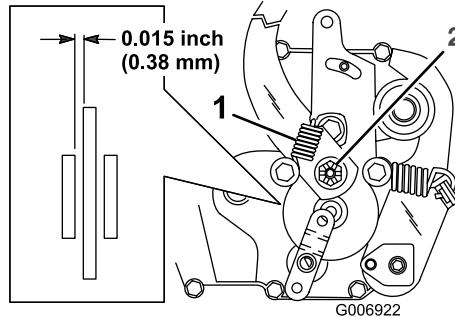

Figura 30
El freno de estacionamiento está la parte derecha del eje trasero, dentro de la rueda trasera. (Figura 30). Si el freno de estacionamiento no inmoviliza la máquina, ajústelo.
2. Retire el muelle del brazo del freno (Figura 30).
3. Retire el pasador que fija la tuerca de ajuste del freno y afloje un poco la tuerca (Figura 30).
4. Inserte una galga de 0,38 mm entre el disco de freno y la pinza de freno (Figura 30).